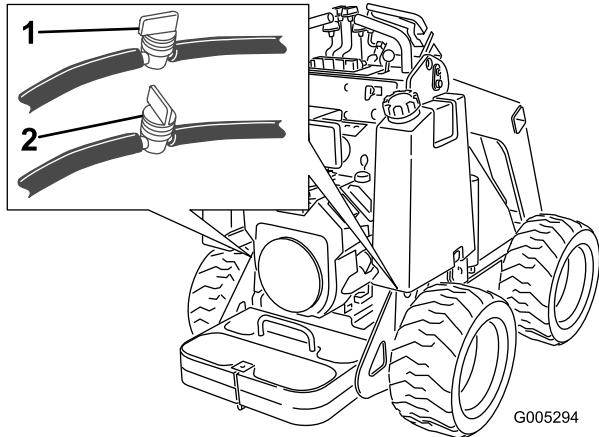

Figura 27
2. Cierre la válvula de combustible, situada debajo de cada depósito de combustible (Figura 27).
3. Cierre la válvula de combustible, situada en la manguera cerca del fondo de los depósitos de combustible (Figura 27).
8. Abra las válvulas de combustible, situadas en las mangueras cerca de la parte inferior de los depósitos de combustible, según se muestra en Figura 27.